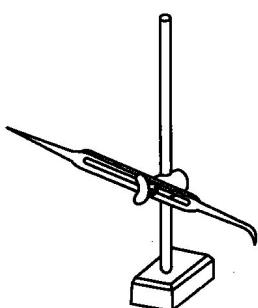

图 1-6 划针盘
**划针盘：**划针盘是在工件上进行立体划线和校正工件时常用的工具。调节划针高度、在平板上移动划针盘，即可在工件上划出与平板平行的线来。划针盘移动时，其划针应与划线表面成 75°，盘底始终贴紧划线平台。划针盘的结构如图 1-6 所示。